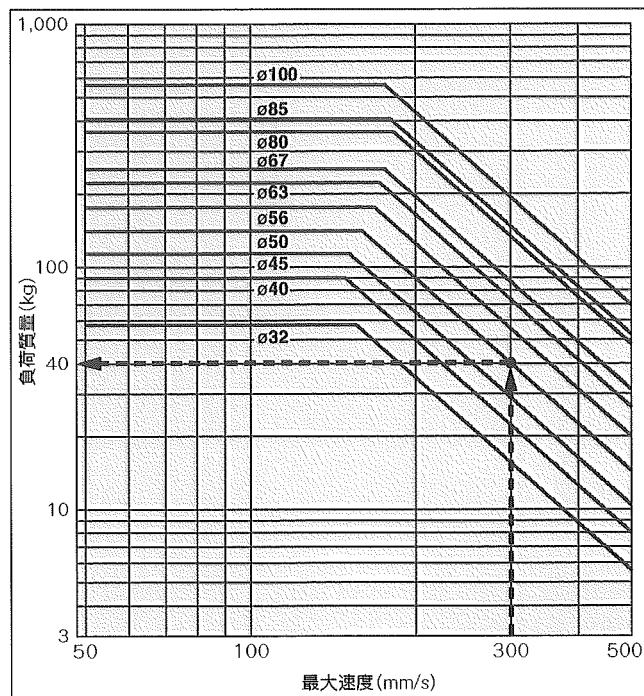

図3. 許容運動エネルギー
また、P9、『図3. 許容運動エネルギー』も参照ください。
- 許容運動エネルギー(図3)内でご使用ください。